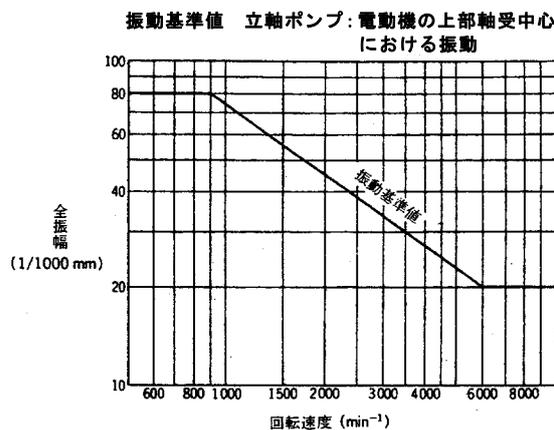

図 5
- (2) 軸封はメカニカルシールタイプのため、正常ならば、水漏れは極小で、にじむ程度です。運転開始時、少々水漏れが認められる場合でも、その状態で運転をしばらく維持させると水漏れが減ります。メカニカルシールの点検時はプロテクタを取り外してください(三相電動機の場合)。点検終了時は元のようにプロテクタを取り付けてください。それでも漏れが止まらない場合は、運転を停止して点検してください。
- (3) ポンプが正常で据付、配管工事が正しく施工されている場合の振動の基準値を図5に示します。振動が大きい場合は配管の無理などが原因ですので点検してください。
- (4) 機器の取付ボルト、電気配線の端子ビスにゆるみがないかどうかご確認ください。
- (5) 電動機の絶縁抵抗を1ヶ月に1回測定してください。絶縁抵抗値が5MΩ以上あれば運転に支障ありませんが、5MΩ以上あっても急に低下し始めている場合は異常と考えられますので修理が必要です。